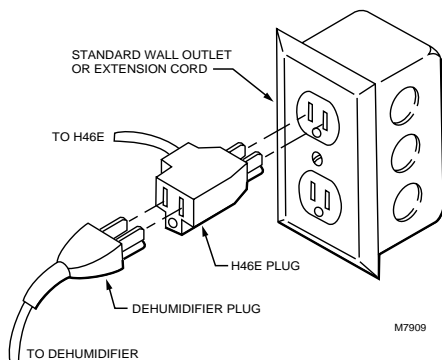

Fig. 3. Branchement de la fiche-prise du H46E.
- 3 Insérer la fiche du déshumidificateur dans la fiche-prise. (Voir Fig. 3.)